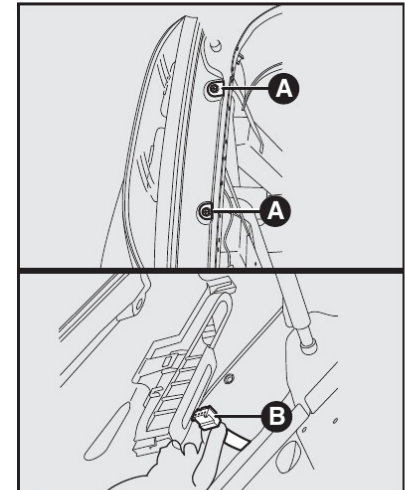

fig. 23
## GRUPOS ÓTICOS TRASEIROS - fig. 23 e fig. 24
- Retirar os parafusos de fixação **A-fig. 23**;
- Desconectar o conector elétrico **B-fig. 23** e remover o grupo ótico;